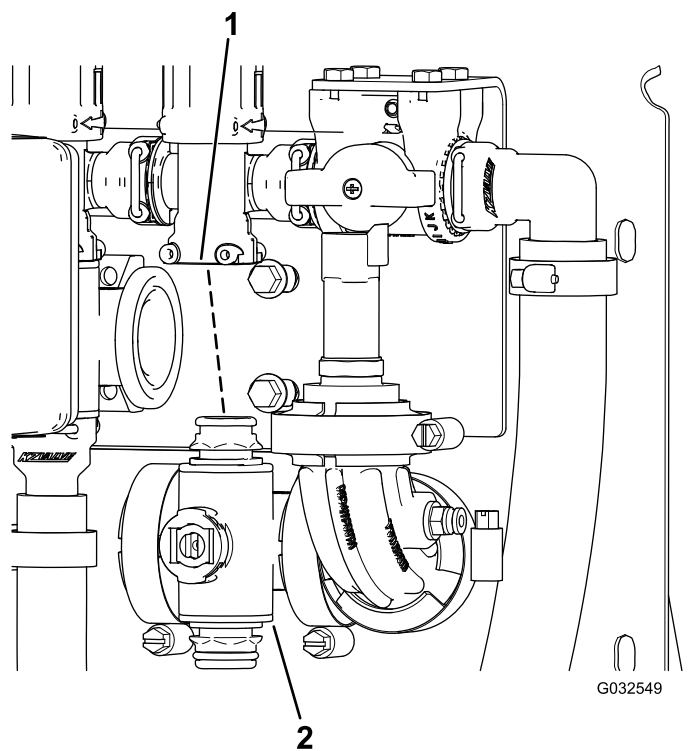

Figura 104
3. Retire o coletor da válvula de secção da máquina (Figura 104).